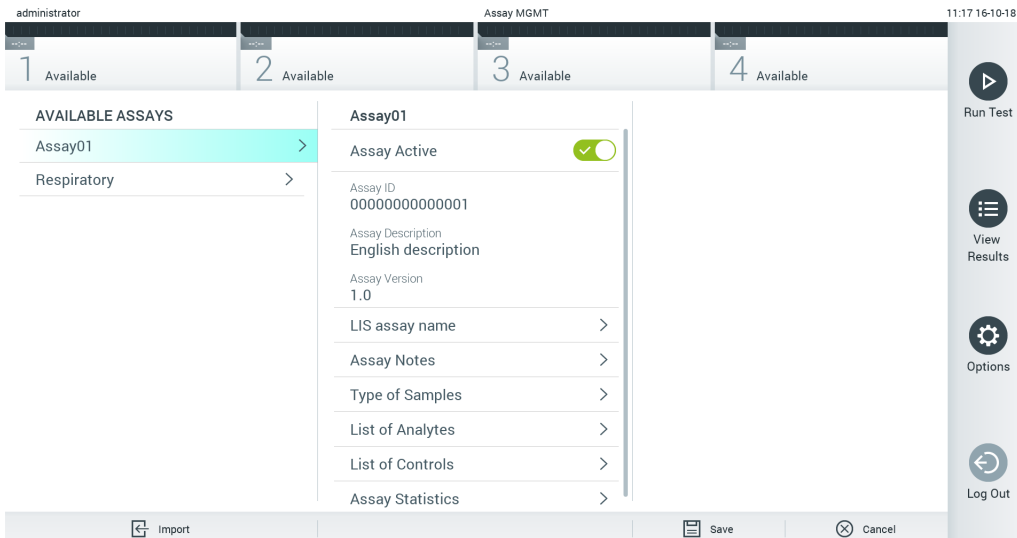

图 60. 激活检测。
7. 选择 **Assay Active** (检测激活) 激活检测 (图 60)。